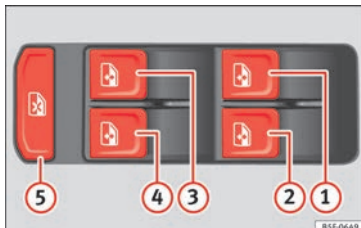

Bild 143 Detaljer i förardörren: reglage för fram- och bakrutor (5-dörrars fordon med elfönsterhissar för fram- och bakrutor).
Knapparna » **bild 143** ①, ②, ③ och ④ har två lägen för att öppna fönster och två för att stänga dem. Detta gör det lättare att öppna och stänga fönstren till önskat läge.